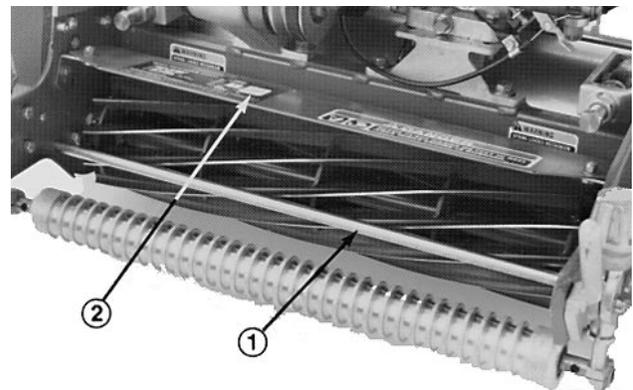

Bild 9
- Den Abstand zwischen der Oberseite der vorderen Stützstange und der vorderen Kante des Ablenkblechtes an beiden Seiten der Mähspindel messen (Bild 9).